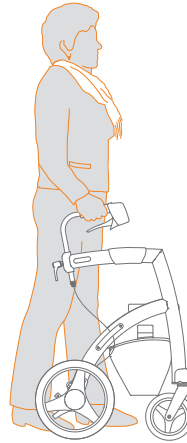

Abbildung 18: Schön aufrecht gehen, immer nah an Ihrem Rollator.
- b. Beim Gehen positionieren Sie sich zwischen den Handgriffen und lassen sich bei Bedarf vom Rollz Motion unterstützen. Gehen Sie so nah wie möglich am Rollator, dies bietet Ihnen die meiste Unterstützung. **(Abbildung 18)**.